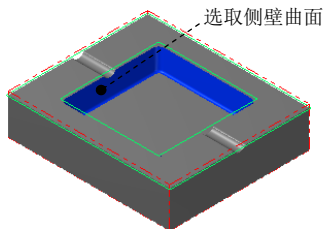

图 11.33 选取干涉面
(2) 单击 **检测** 区域中的 按钮，选取图 11.33 所示的面为干涉面（共 32 个），然后按 Enter 键。单击 按钮完成加工区域的设置，同时系统弹出“曲面精加工浅平面”对话框。